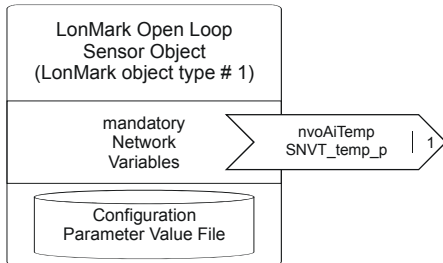

Abb. 6 Open Loop Actuator Objekt
- 1 Open Loop Actuator Objekt (#3) (siehe Abb. 6)